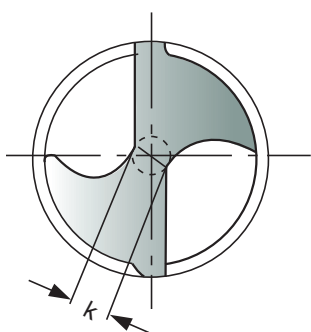
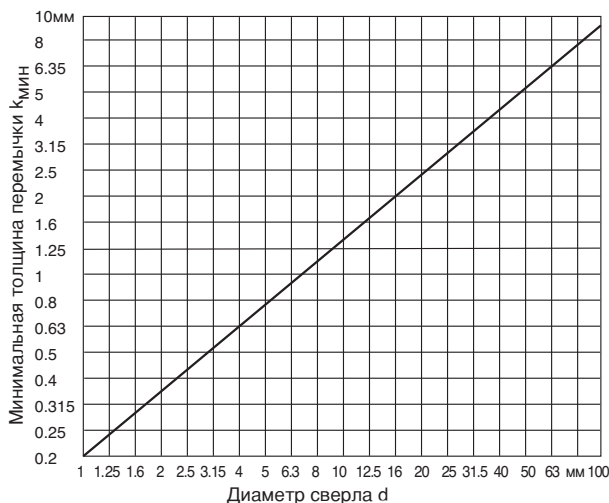

Рис. 1. Толщина перемычки k
Рис.2. Толщина перемычки  $k_{\text{мин}}$
**Испытательное значение:** Толщина перемычки (Рис. 1) не должна быть меньше минимального значения  $k_{\text{мин}}$ , как указано на Рис. 2.